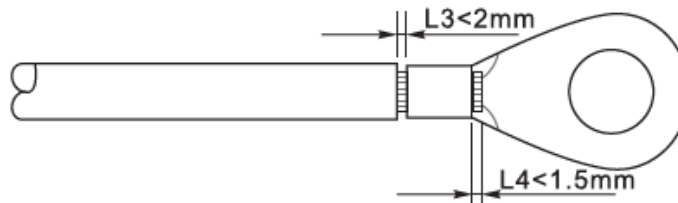

Figura 14 - Preparazione del cavo di terra (2)
- 2) Inserire i fili esposti nel terminale OT e crimparli usando uno strumento per la crimpatura, come mostrato nella Figura 14.